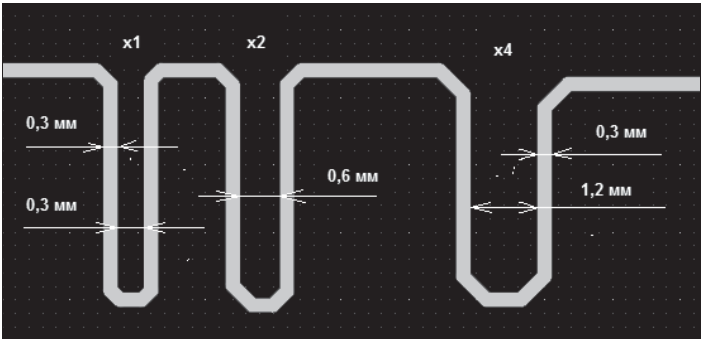

Рис. 6.12. Управление формой U-образных сегментов трассы
4. Задается управление формой U-образных сегментов трасс печатного монтажа. В процессе прокладки трассы печатного монтажа следует включить «горячее» редактирование и назначить в поле панели **Properties** ненулевой множитель **Miter Ratio**. Произведение этой величины на ширину печатного проводника даст минимально допустимую величину зазора между соседними проводниками U-образной трассы (рис. 6.12).